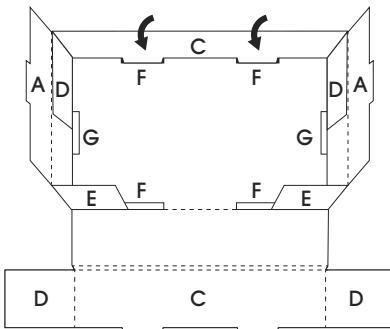

Figure 5
5. Pliez le panneau latéral (C) sur les fentes (E). Vérifiez que les rabats latéraux (D) sont pliés vers l'extérieur et qu'ils sont placés contre le panneau latéral (A). (Voir Figure 5)